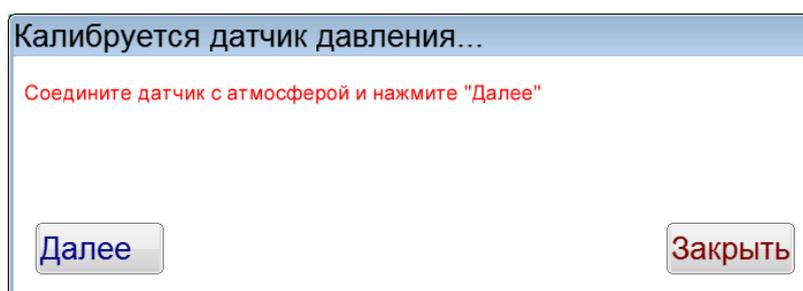

Рисунок 26 – Первая точка калибровки датчика давления
5.8.6 Нажать кнопку **[Калибровать]**, откроется окно «Калибруется датчик давления», в котором будет предложено соединить датчик давления с атмосферой (первая точка калибровки – рисунок 26).